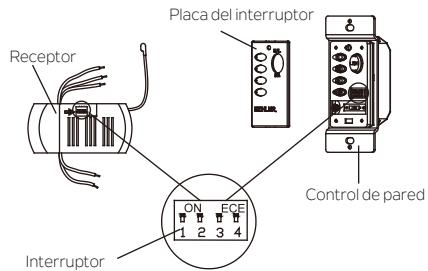

Fig. 13
**Paso 1.** Deslice los interruptores de código del receptor hacia arriba o hacia abajo con un bolígrafo pequeño (no está incluido). (Fig. 13)
**Paso 2.** Para configurar el código en el control de pared, use un destornillador plano pequeño y sáquelo suavemente de la parte superior o inferior de la placa del interruptor. Luego deslice los interruptores de código a las mismas posiciones establecidas en el receptor. (Fig.13)